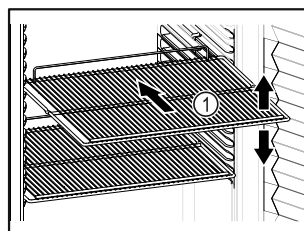

Fig. 82 Exempel
- Om gallren Fig. 82 (1) kan flyttas om ska de anpassas på höjden.